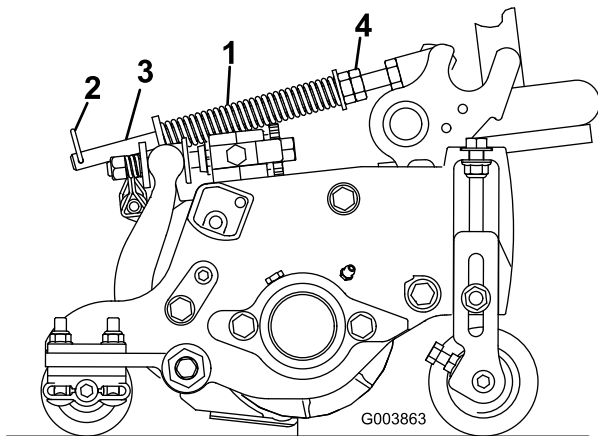

図 16
ターフ補正スプリング図16は、前ローラから後ローラへと、カッティングユニットの体重移動を行います。これにより、マーセリングやボビングと呼ばれる「波打ったような」仕上がりを防いでいます。
1. スプリングロッドの後穴にヘアピンコッターを忘れずに取り付けてください図16。